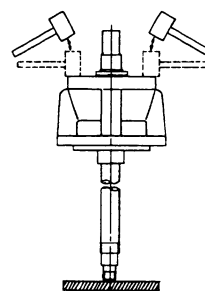

図 8
- (10) ファンキー⑱を外す。
- (11) ファンケース(A)④より、出口側ベアリングボックス⑲を外す。この時、シャフト⑲は出口側ベアリングボックス⑲と共に外れる。
- (12) ベアリング押さえ⑳を外す。
- (13) (MLC-581,701, GLC-585,705) ヒートファン㉑を外す。
- (14) 木片などを下に敷き、シャフト⑲の入口側を下にして立てる。(図 8)
- (15) 出口側ベアリングボックス⑲をバークハンマで外周を均一に軽くたたきながら、出口側ベアリング㉒より外す。
- (16) ベアリングナット㉓、ベアリングワッシャ㉔を外す。
- (17) プーリ抜きを用いて出口側ベアリング㉒をシャフト⑲より抜く。